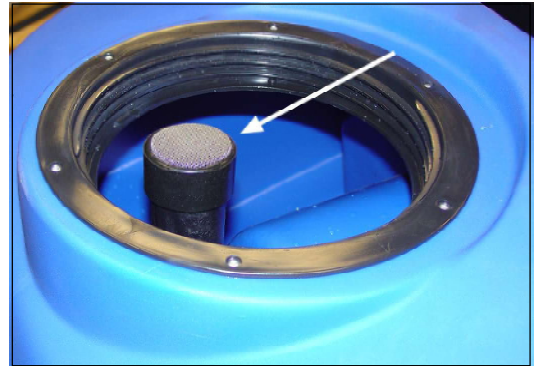

Рисунок 30
3. Удостоверьтесь, что сетчатый фильтр (1) к вакуумному механизму чистый и правильно установлен в резервуаре для утилизации (см. рис. 30).